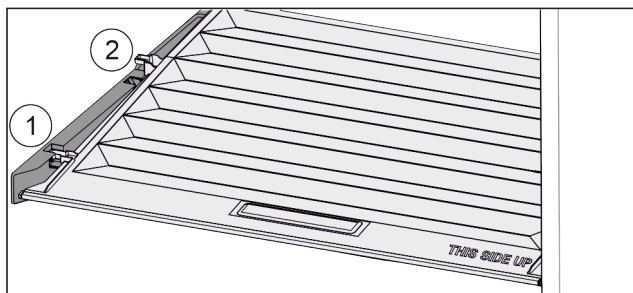

Fig. 75
- Кришку до отвору в деталях для підтримки потягнути вперед Fig. 75 (1).
- Підняти ззаду знизу та вийняти Fig. 75 (2) вгору.